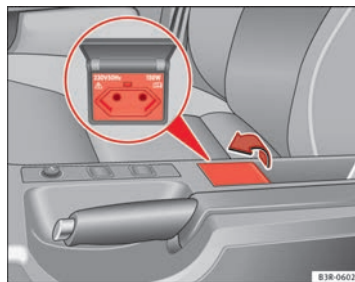

Fig. 136 Centro de la consola central: toma de corriente de 230 voltios.
- Levante la tapa para abrirla ⇒ **fig. 136.**